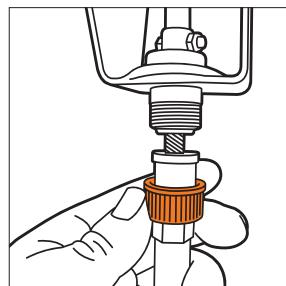

Рис. 35
- Соедините вторую сторону гибкого вала с рычагом поворота желоба, расположенным на панели оператора, зафиксируйте соединительной гайкой (Рис. 35).